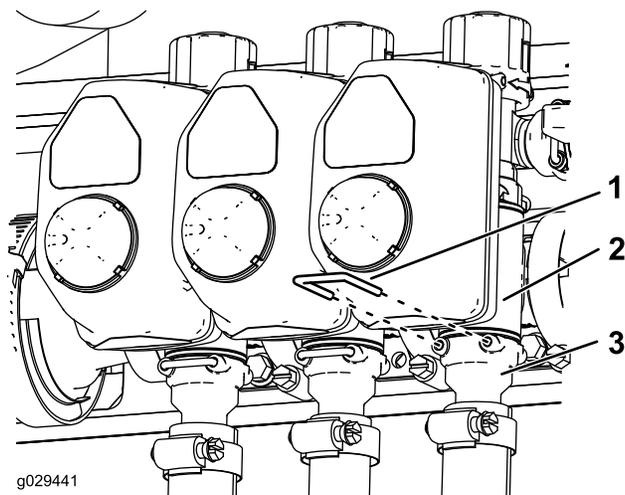

図1
4. 機体の右側、タンクの後ろで、ホースフィッティング3個を固定しているフォークを抜いて、ホースフィッティングを個別ブーム用バルブから外す **図1**。